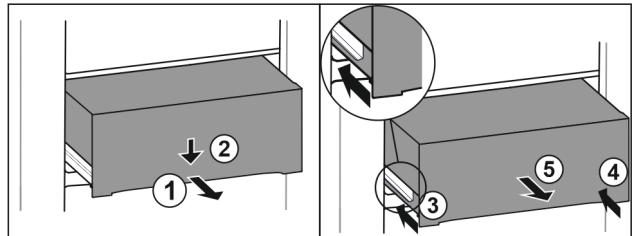

Fig. 104
- Schubfach halb herausziehen. Fig. 104 (1)
- Schubfach an der Vorderseite nach unten drücken. Fig. 104 (2)
- Linke Schiene etwa 2 cm einschieben. Fig. 104 (3)
- Rechte Schiene etwa 2 cm einschieben. Fig. 104 (4)
- Schubfach nach vorne entnehmen. *Fig. 104 (5)*